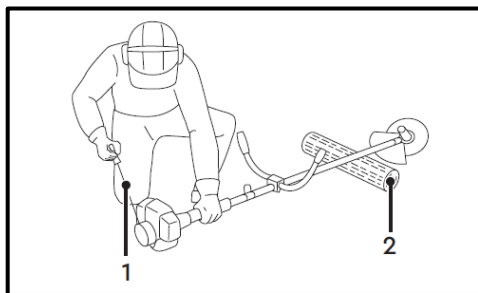

Рис. 40
- За можливості підкладіть під штангу опору (2), для того щоб не пошкодити захисний кожух і ріжуче приладдя, та утримуйте штангу мотокоси рукою (Рис. 40).
- Витягніть шнур стартера за рукоятку шнура стартера (1) до моменту появи опору (Рис. 40).
- Смикніть за рукоятку шнура стартера (1) (Рис. 40). Повторюйте ці операції до тих пір, поки двигун не запуститься.